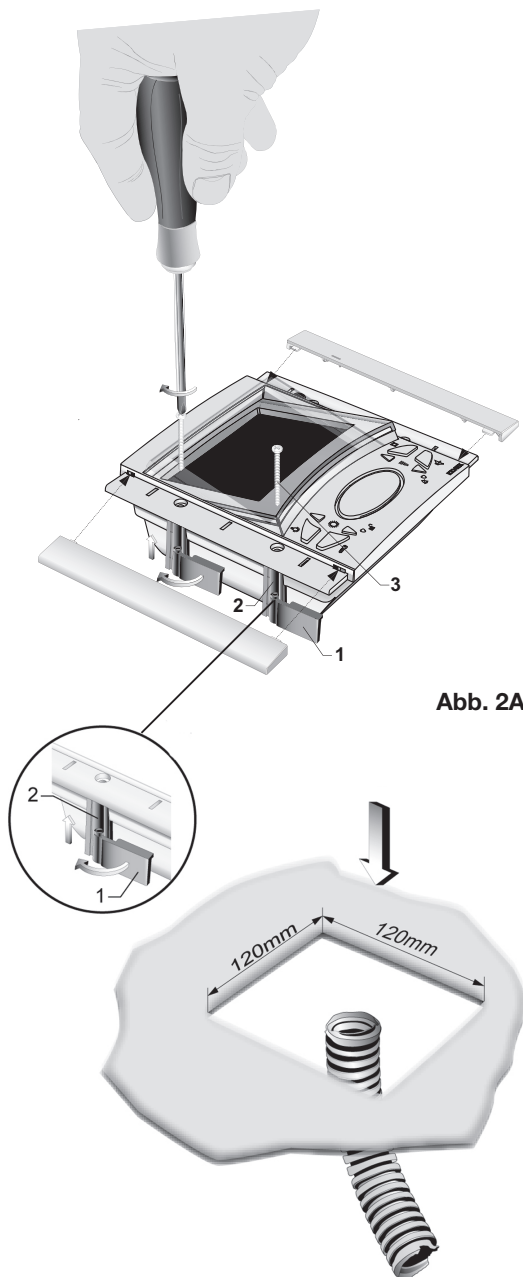

Abb. 2A
- Die Halterungen wie in der Abbildung ersichtlich am Videohaustelefon befestigen und parallel zur Gehäusesseite ausrichten (part. 1, Abb. 2A).
- Die Befestigungsschrauben anziehen, sodass die Halterungen näher zur Wand wandern. Durch Anschrauben müssen die Halterungen rechtwinklig zum Monitor angeordnet sein (part. 1, Abb. 2A).